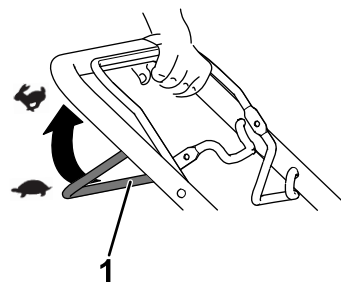

Рисунок 14
- Для включения самоходного привода: прижмите штангу управления самоходным приводом к рукоятке и удерживайте ее в нажатом положении (Рисунок 14).